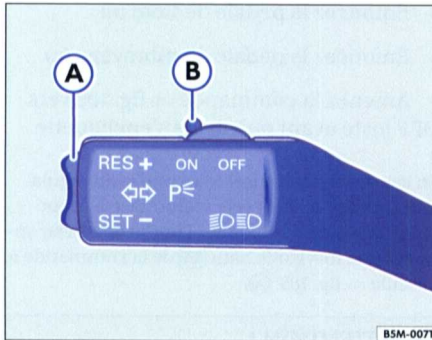

Fig. 104 Levier des clignotants et de l'inverseur-codes : commande à bascule (A) et commande (B) du régulateur de vitesse
- Déplacez la commande ⇒ fig. 104 (B) vers la gauche pour la mettre sur **ON**. Lorsque le régulateur de vitesse est activé, le témoin est allumé dans le combiné d'instruments.